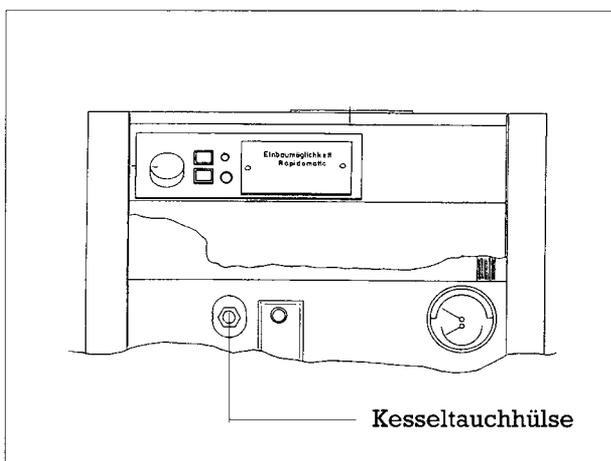

Abb. 6
- Der Kesselfühler wird in die Kesseltauchhülse gesteckt (Abb.6)